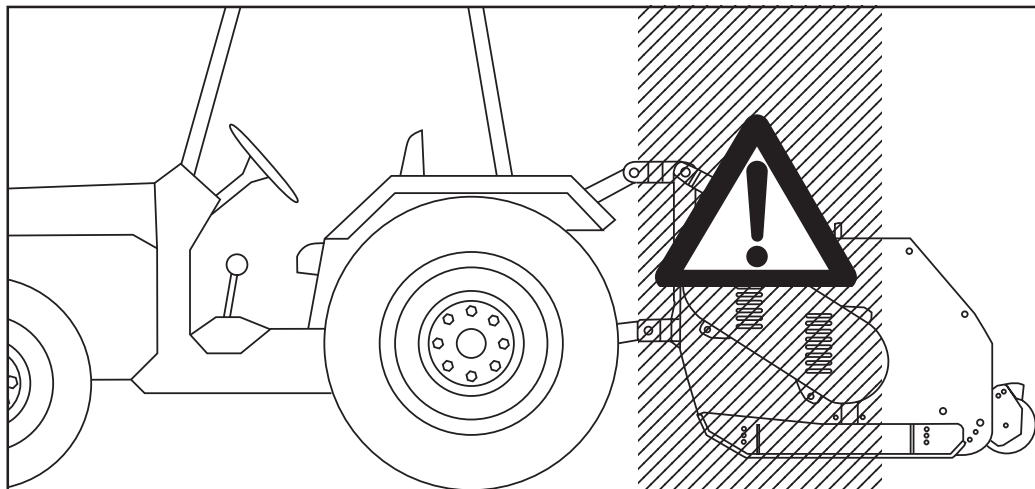

Fig. 4
24) È assolutamente vietato interporre tra il trattore e la macchina (Fig. 4) con motore acceso e cardano inserito nonché senza aver azionato il freno di stazionamento ed aver inserito, sotto le ruote, un ceppo o un sasso di bloccaggio.
28) È assolutamente vietato interporre fra il trattore e l'attacco della macchina per manovrare il comando dall'esterno per il sollevamento (Fig. 4).
24) It is absolutely forbidden to stand between the tractor and the implement (Fig. 4) when the engine is running and the cardan shaft is engaged without having first engaged the hand brake and placed a block or stone under the wheels to prevent them from moving.
28) It is absolutely forbidden to stand between the tractor and the implement when manoeuvring the lift control from the outside (Fig. 4).